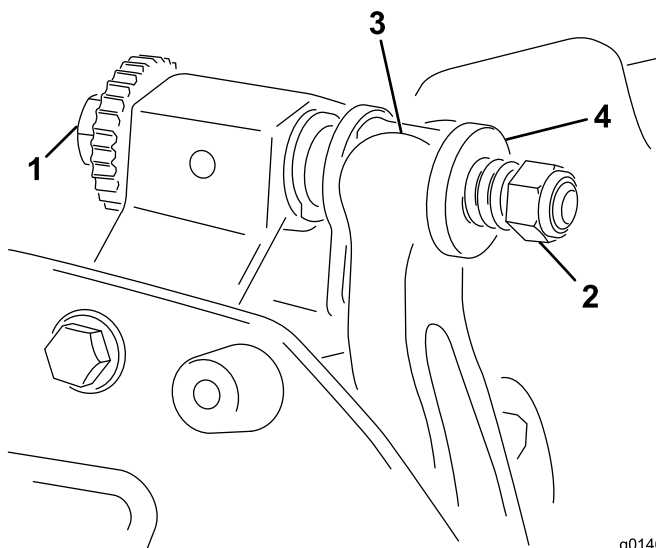

Figura 19
1. Rotii urubul de reglare pentru bara de cadru în sens invers acelor de ceasornic, pentru a îndepărta contracuitul de cilindru (Figura 19).
2. Deurubai piulia pentru tensionarea arcului până când aiba nu mai este lipită de bara de cadru (Figura 19).
1. Instalai ansamblul bară de cadru/contracuit, poziionând urechile de montare între aibe i urubul de reglare pentru bara de cadru (Figura 19).